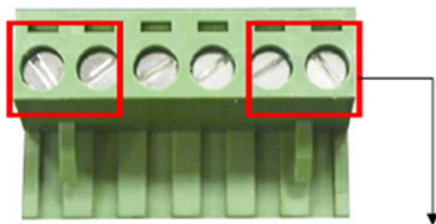

Рис.9 Съёмная клеммная колодка. Вид сверху
2. Закрутите винты с другой стороны клеммной колодки (рис.9).